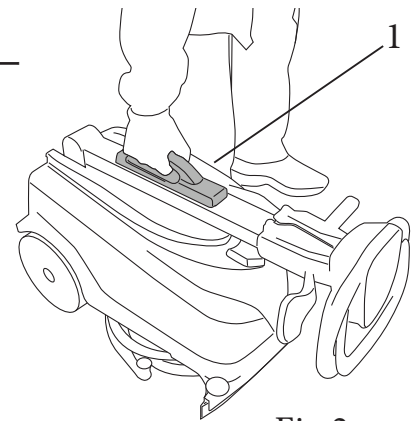

Fig.2
- ・ ハンドルを持って機械を箱から持ち上げ(図2、参照1)、床の上に置きます。